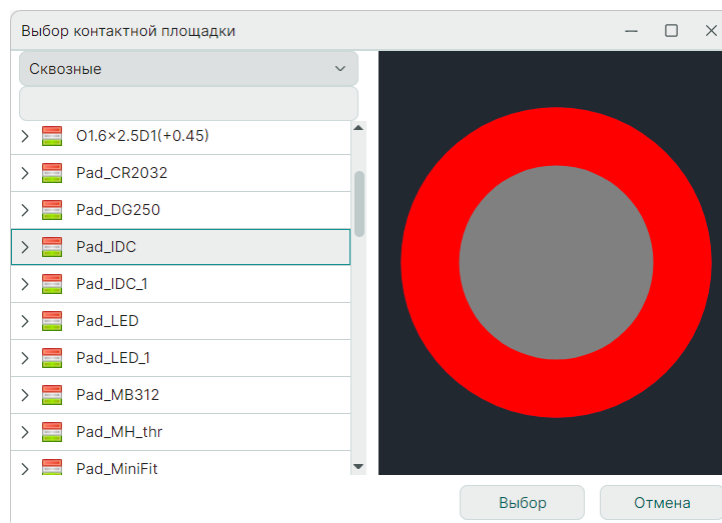

Рис. 93 Окно «Выбор контактной площадки»
- Выберите контактную площадку в окне «Выбор контактной площадки» и нажмите «Выбор», см. Рис. 93.